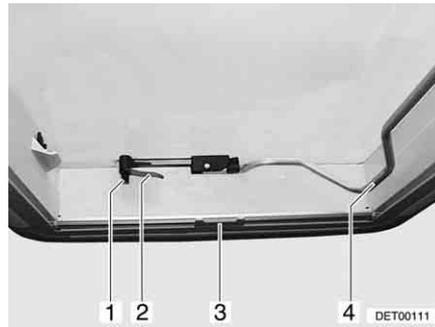
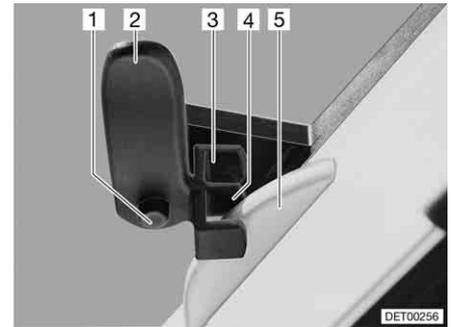

Bild 61 Heki-Dachhaube, geschlossen
Bild 62 Heki-Dachhaube in Lüftungsstellung 1
- Sicherungsknopf (Bild 61,1) drücken und Verriegelungshebel (Bild 61,2) eine viertel Umdrehung nach innen drehen.
- Bügel (Bild 61,4) nach unten aus der Arretierung ziehen.
- Verriegelungshebel (Bild 61,2 und Bild 62,2) eine viertel Umdrehung drehen. Die Nase der Dachverriegelung (Bild 62,5) muss dabei in die obere Verriegelungsgabel (Bild 62,3) eingreifen.
- Sicherungsknopf (Bild 62,1) drücken und Verriegelungshebel (Bild 62,2) zurückdrehen. Die Nase der Dachverriegelung (Bild 62,5) muss dabei in die untere Verriegelungsgabel (Bild 62,4) eingreifen.